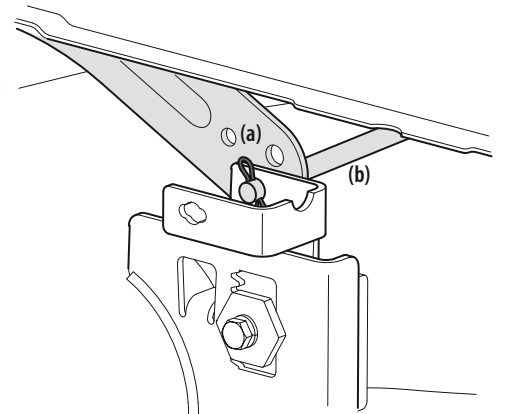

Figure 30
5. Tenez-vous du côté gauche du tracteur en regardant le plateau de coupe et repérez la goupille fendue (a) qui fixe la tige de support du plateau (b) à l'arrière gauche du plateau de coupe. Voir Figure 30. Retirez la goupille fendue (a) et enlevez ensuite soigneusement le support de plateau (b) du bras de relevage.